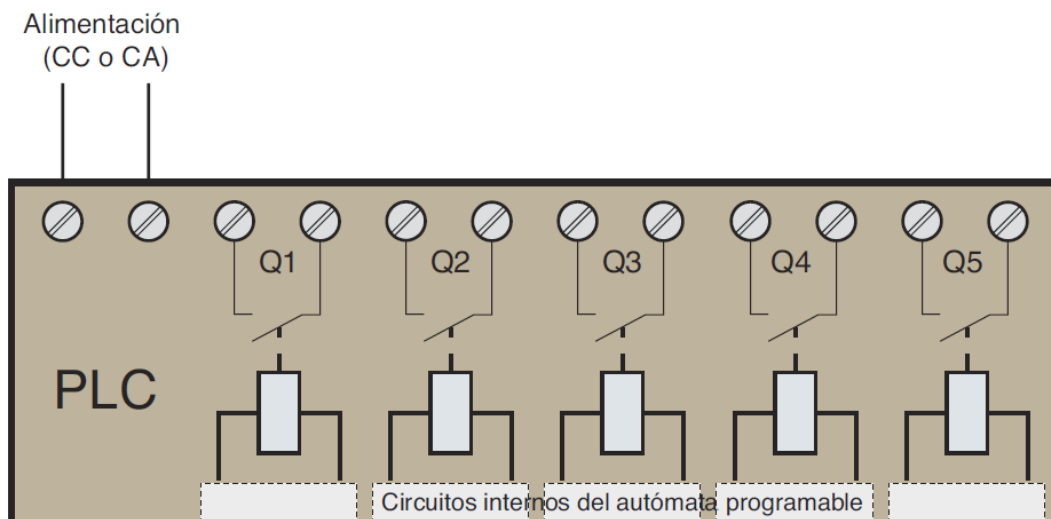

Figura 4.13 Módulo de salidas con relés
Las salidas a relés son libres de tensión, lo que permite su uso con cualquier tipo de corriente, ya sea continua (CC) o alterna (CA), y para diversas tensiones, incluso dentro de una misma aplicación como se observa en la figura 4.13.